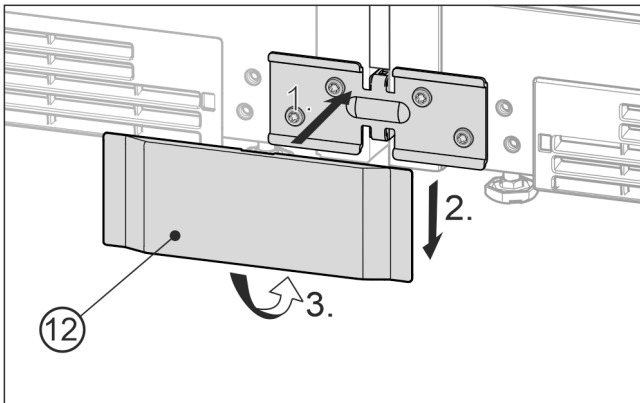

Fig. 24 Приблизне відображення
- ▶ Насадіть нижню кришку Fig. 24 (12) спереду на кут Fig. 24 (1), зсунути вниз Fig. 24 (2) і зафіксуйте знизу Fig. 24 (3).